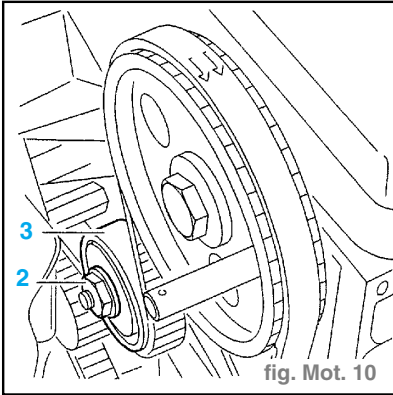

fig. Mot. 10
- Desserrer l'écrou (2). (fig. Mot. 10)
- Détendre complètement la courroie en agissant sur le galet tendeur (3).